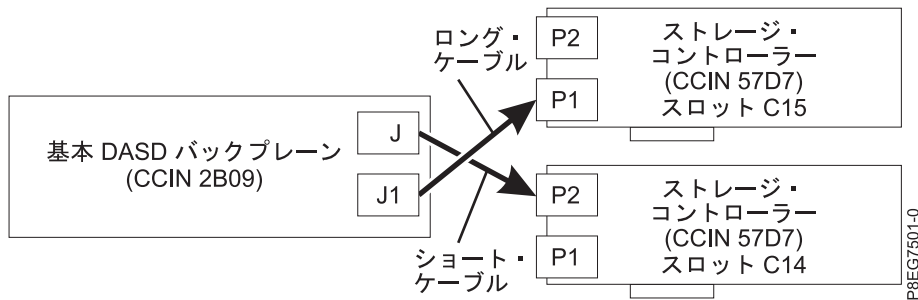

図 19. 分割ディスク構成での SAS ケーブルの再接続
- 2 つの PCIe3 x8 SAS RAID 内部アダプター (CCIN 57D7) (分割ディスク・フィーチャー) がある場合は、短い SAS ケーブルが上部のディスク・ドライブ・バックプレーン・コネクタ (J2) からスロット P1-C14 にあるアダプターの P2 コネクタに接続されています。長い SAS ケーブルは、下部のディスク・ドライブ・バックプレーン・コネクタ (J1) からスロット P1-C15 にあるアダプターの P1 コネクタに接続されています。22 ページの図 19 を参照してください。